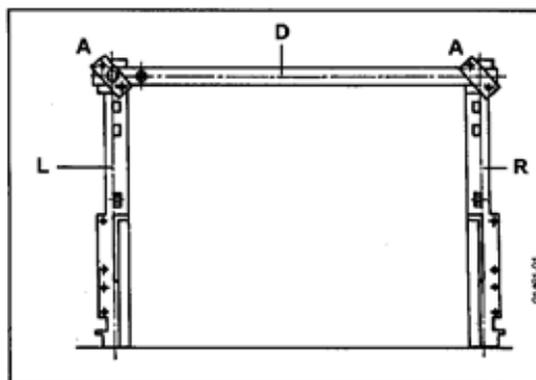

Fig. 1
Le corps de chauffe est composé de trois types d'éléments: un élément d'extrémité gauche (L), les intermédiaires (M) et un élément d'extrémité droite (R) (Fig. 1 et 7).